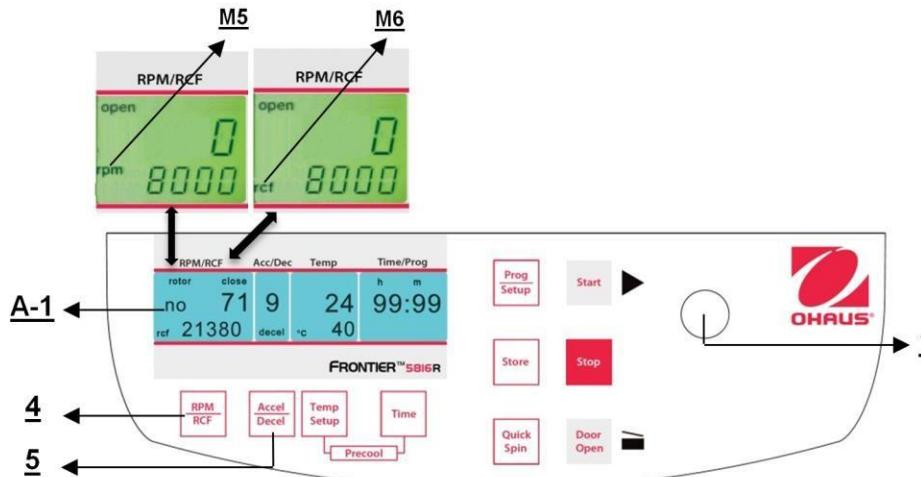

Figura 19
Esta preselección se activa con el botón "**RPM | RCF**" (4) (consulte la Figura 19 a continuación). Al presionar el botón una vez, destella la palabra "**rpm**" (M5). Al presionar el botón dos veces, se puede seleccionar la preselección de las fuerzas centrífugas. Entonces aparece la palabra "**rcf**" (M6). Puede establecer los valores que deseé con la perilla de ajuste (1). En la pantalla (A-1) aparece permanentemente el valor regulado, antes, durante y después de la operación.